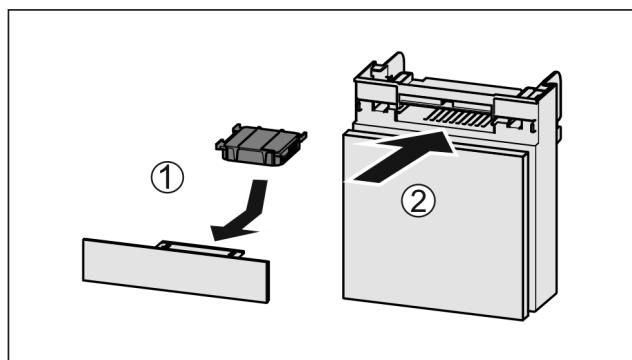

Fig. 51
- Установите фильтр с активированным углем, как показано на рисунке Fig. 51 (1).
► Вставьте отделение Fig. 51 (2).